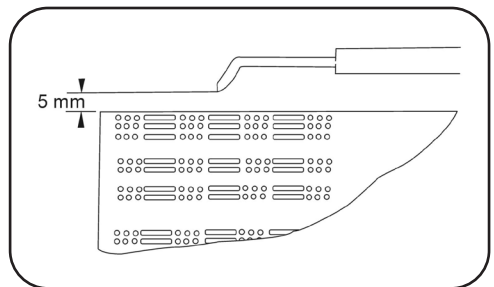

Abbildung 3: Elektrodenposition.
- Überprüfen Sie die Position der Startelektrode (Abb. 3 →).